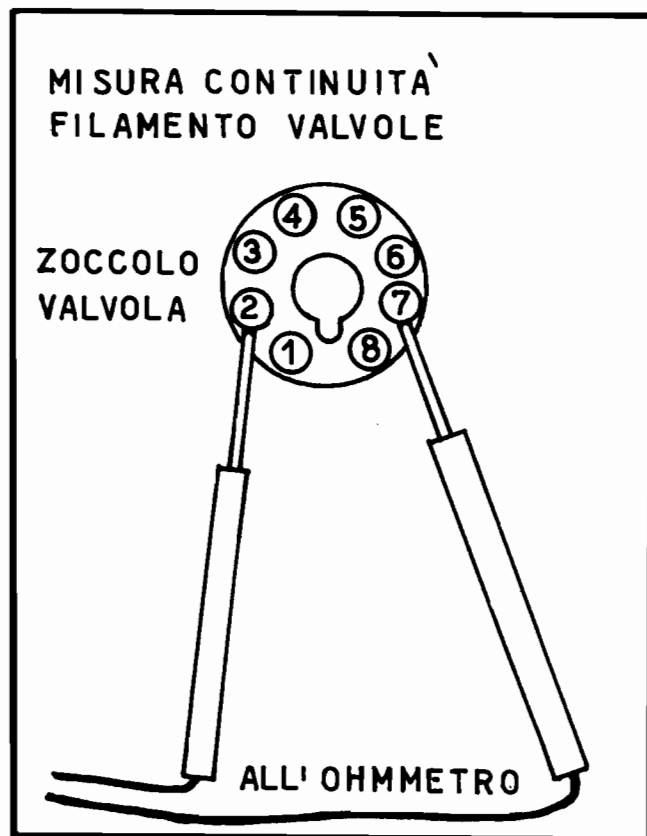

Fig. 5
- controllare la continuità del filamento delle due valvole (fig.5).